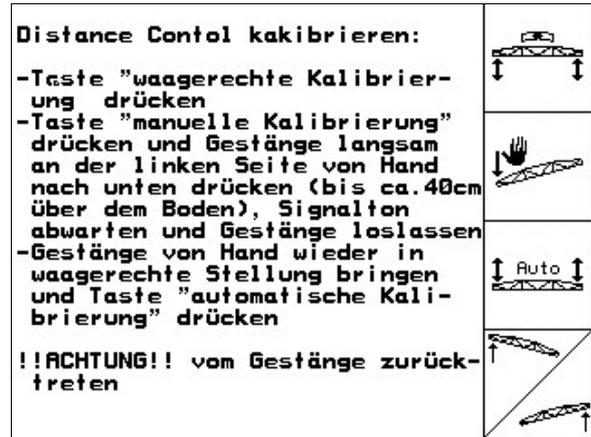

Fig. 29
1. Funktionsfeld (Fig. 29) betätigen, um die automatische Kalibrierung zu starten.